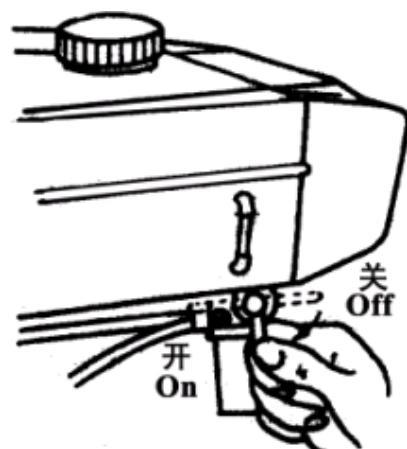

Рис. 15 Топливный кранник
3. Поверните топливный кранник в положение OFF (перекрыт), как показано на рис. 15.